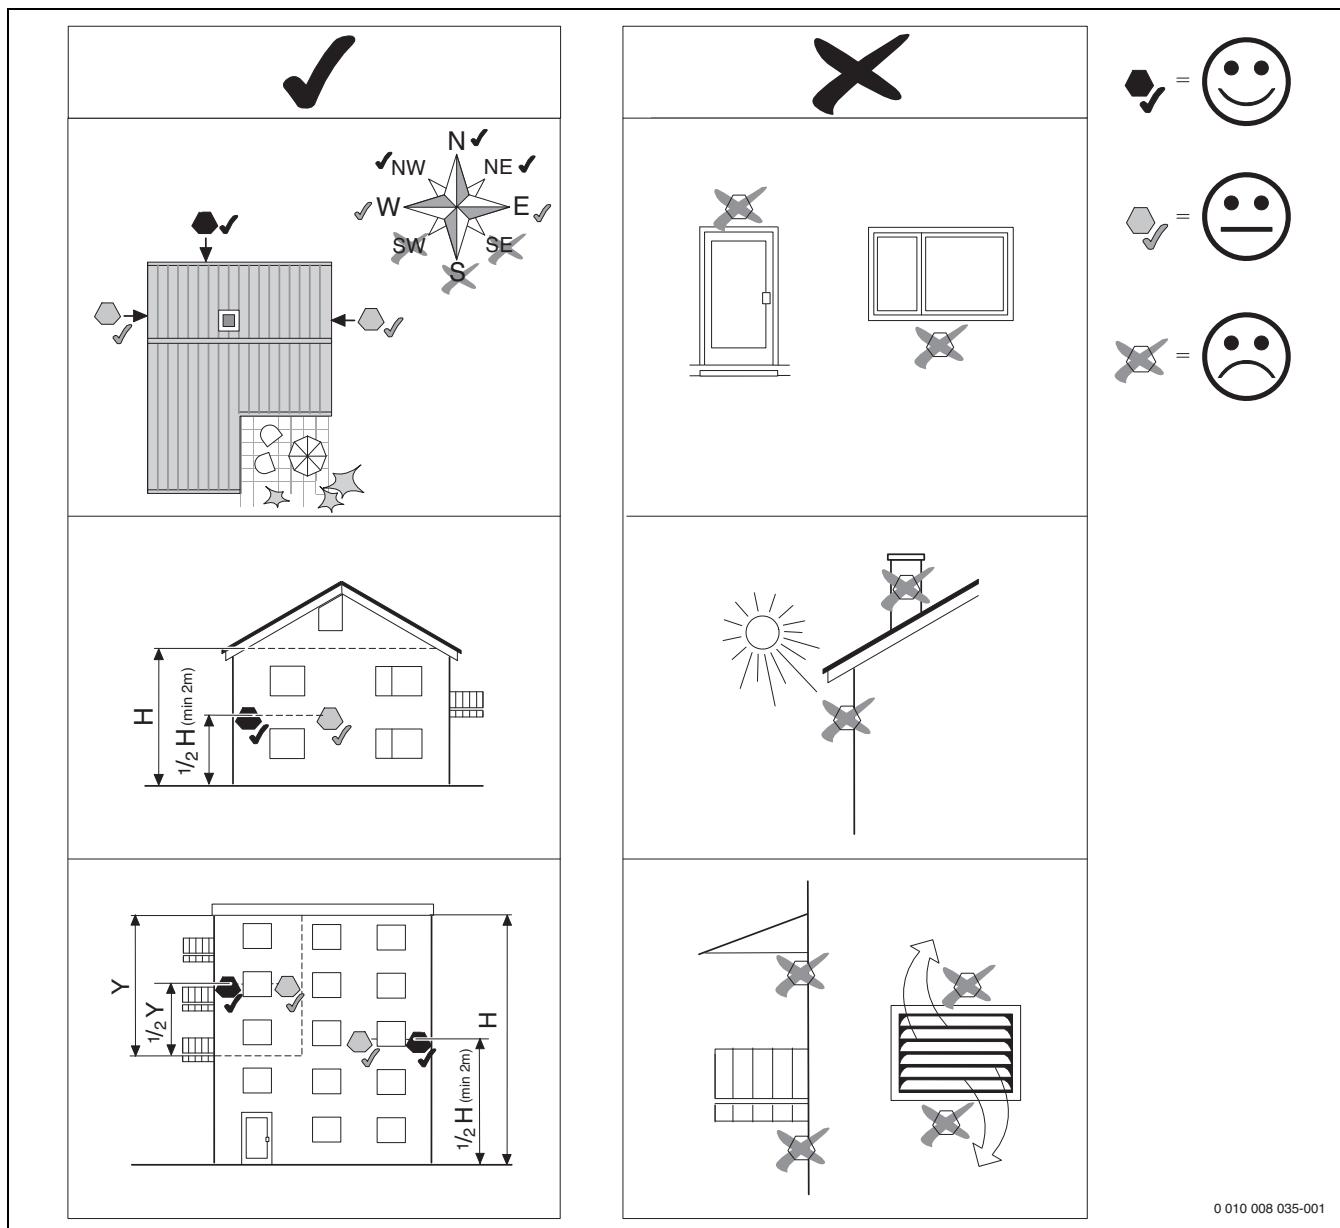

Fig. 7 Montarea senzorului de temperatură pentru exterior
- ▶ Montați senzorul de temperatură pentru exterior ca în Fig. 7.